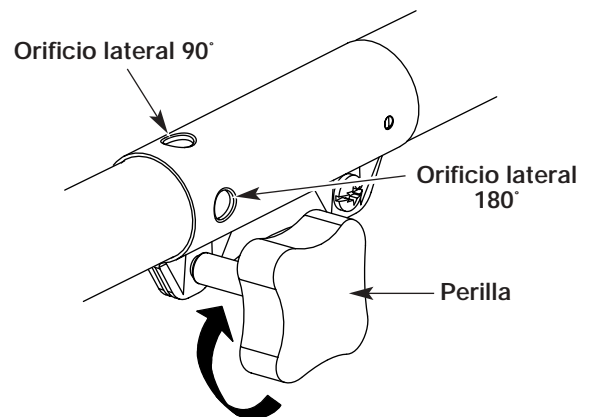

Figure 25
3. Gire la perilla en sentido horario para ajustarla (Fig. 25).
Para recortar bordes mientras usa el accesorio de corte de cabeza de línea con modelos EZ-Link™, trabe el botón de desconexión en el orificio lateral de 90° o en el orificio lateral de 180° (Fig. 25).